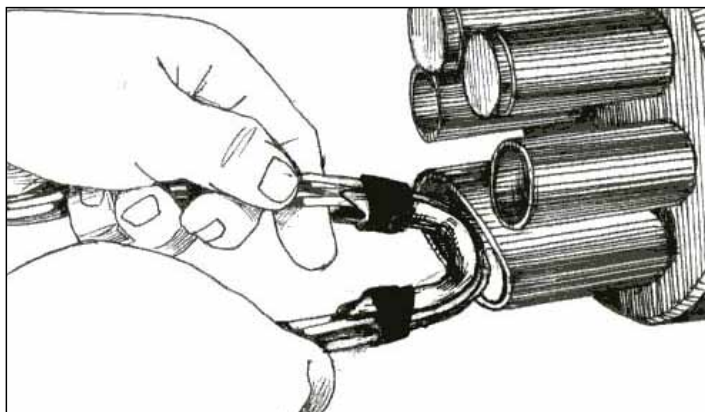

Рисунок 4.29 – Ввод “транзитных” петель ОМ
4.4.1.11 “Сложить” разделанный участок ОК, совместив обрезы оболочки ОК. Надвинуть на него ТУТ 70/26 и ввести ОМ в овальный патрубок оголовника. Во избежание повреждения ОМ применять коуш оцинкованный КОУ 09, предварительно закрепив ОМ по бокам коуша лентой 88Т (рисунок 4.29).